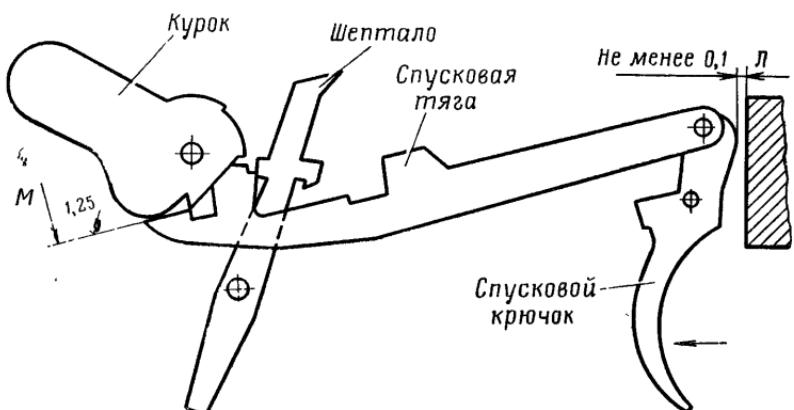

Рис. 50. Схема положения частей спускового механизма при действии самовзводом в момент срыва курка
14.12. При преждевременном срыве курка отделить рукоятку и опилить выступ на спусковой тяге по плоскости M по рис. 50, до получения нормального взмаха курка.
14.14. При перекрытии менее 0,5 мм опилить выступ на спусковой тяге по плоскости M по рис. 50, обеспечив требования п. 4.11.
Вставить щуп толщиной 0,1 мм между головкой спускового крючка и стенкой гнезда в рамке (размер L на рис. 50) и нажать до отказа на спусковой крючок; при этом должен произойти взвод и спуск курка самовзводом.